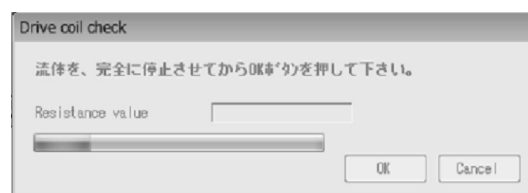

図108
- ④ チェック中は図108のようなプログレスバーが出現し、チェックの進行状況を確認することができます。